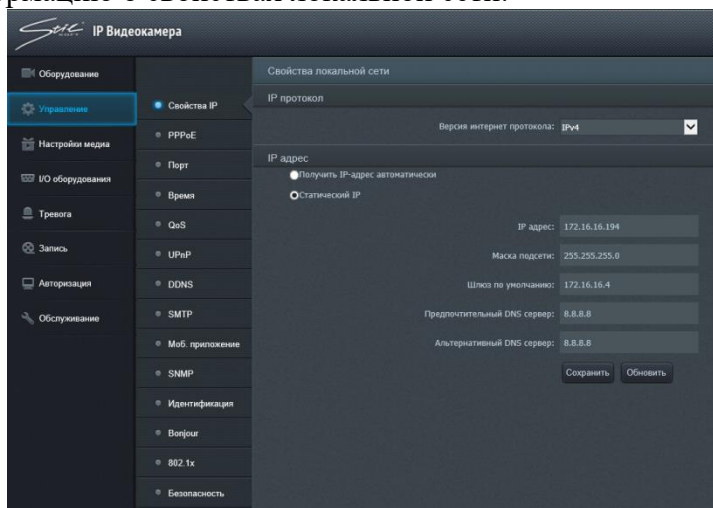

Рисунок 5 – Меню «Управление»
9.9.4. Вкладка «Управление» (рисунок 5) содержит информацию о свойствах локальной сети.